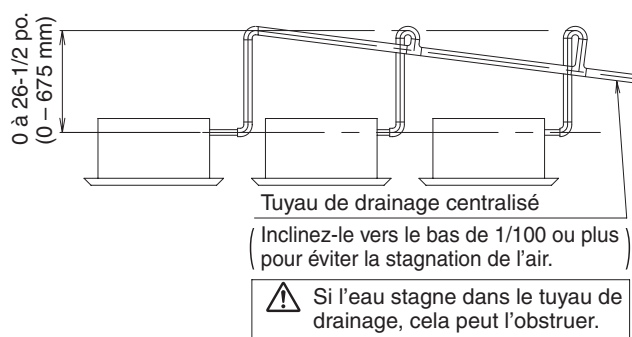

Fig. 18
- N'appliquez pas de force excessive sur le tuyau de drainage fixé (1) en le pliant ou en le tordant. Cela peut provoquer une fuite d'eau.
- Dans le cas d'un tuyau de drainage centralisé, effectuez les travaux de tuyauterie selon la procédure indiquée dans la suivante **Fig. 18**.